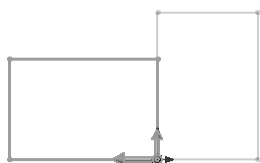

图 3-57 拖动旋转角度
- [4] 在“参数”下，单击基点（已定义的旋转点）来设定基点 ，单击图形区域原点来设定旋转中心，如图 3-56 所示，然后拖动旋转角度，如图 3-57 所示。